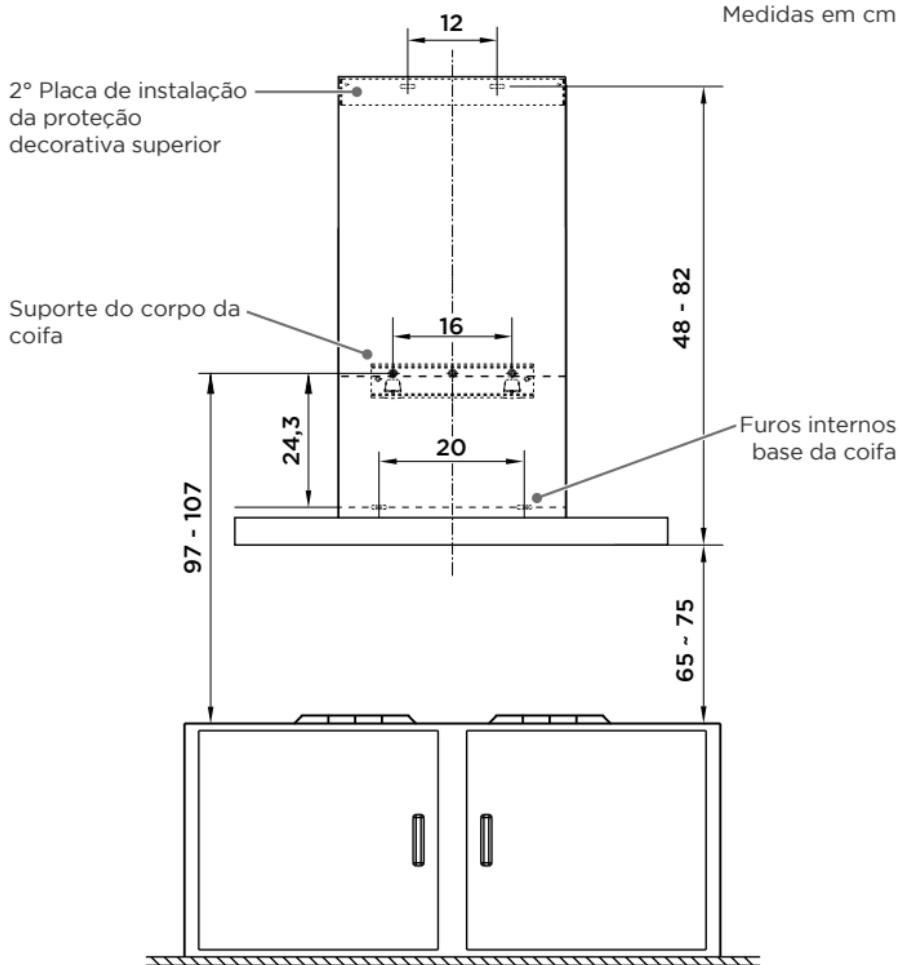
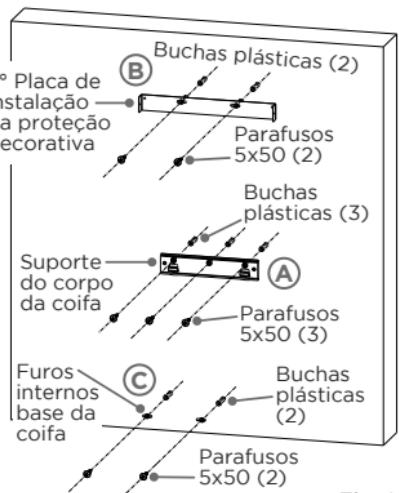

Fig. 10
Fig. 12
1. Faça 3 furos de 10 mm para fixação das buchas plásticas do suporte (com ganchos) do corpo da coifa (“A” - Fig. 12), verifique o correto nívelamento e os espaçamentos recomendados (Fig. 10). Insira as buchas nos furos e fixe rigidamente o suporte com os parafusos 5x50 (quantidade 3). Faça 2 furos de 10 mm para fixação das buchas plásticas para a segunda placa de instalação da proteção decorativa (“B” - Fig. 12), verifique o correto nívelamento e os espaçamentos recomendados (Fig. 10). Insira as buchas nos furos e fixe a placa com os parafusos 5x50 (quantidade 2).
2. Faça 2 furos de 10mm para fixação das buchas plásticas da base da coifa (“C” - Fig.12), verifique o correto nívelamento e espaçamentos recomendados (Fig.10). Insira as buchas nos furos.